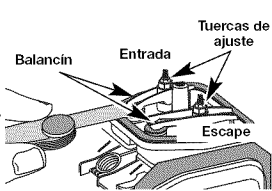

Fig. 38
- Deslice la galga entre el brazo oscilante y el resorte de retorno de la válvula. Mida el huelgo entre el vástago de la válvula y el brazo oscilante (Fig. 38). Realice esto en las válvulas de entrada y de escape.
- El huelgo recomendado para las válvulas de entrada y de escape es 0,076 – 0,152 mm (0,003 – 0,006 pulgadas). Use un calibrador regular de automóvil de 0,127 mm (0,005 pulgadas). El calibrador debe deslizarse entre el balancín y el vástago de la válvula con una ligera cantidad de resistencia, sin doblarse (Fig. 38 y 39).